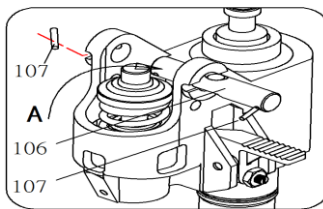

Рисунок 1
3.1.1 См. рисунок 1, извлеките 107